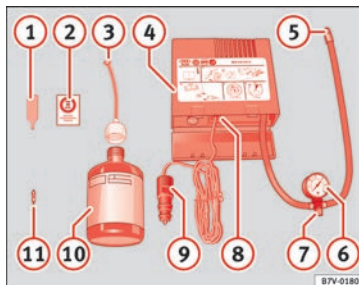

Fig. 128 Componentes do kit antifuros.
O extrator de válvulas 1 » Fig. 128 tem uma ranhura no extremo inferior, com a qual encaixa na haste da válvula. Só deste modo se pode desenroscar e enroscar novamente a haste da válvula do pneu. Tal também é válido para a haste da válvula sobresselente 11.
- Cole o autocolante **(2) » Fig. 128 » Página 166** no painel de instrumentos no campo visual do condutor.
- Agite a garrafa com massa vedante **(10)** » **Fig. 128 » Página 166** fortemente e várias vezes.
- Enrosque o tubo para encher o pneu **(5)** » **Fig. 128 » Página 166** fixamente na válvula do pneu.